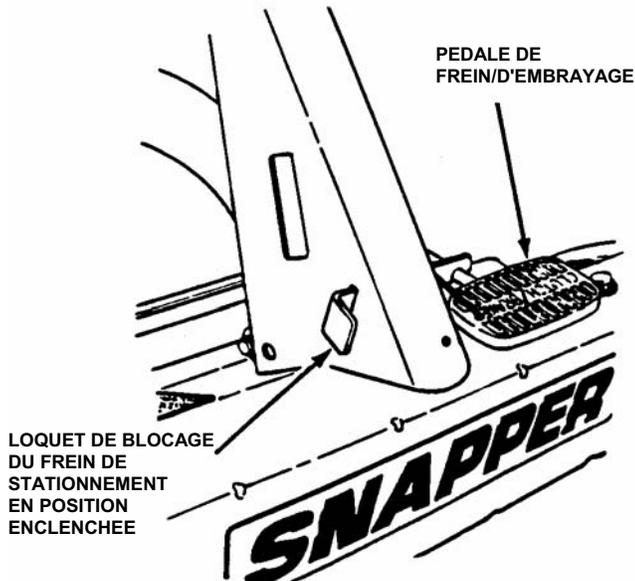

FIGURE 2.16
1. Bloquez le frein de stationnement en enfonçant complètement la pédale de frein/d'embrayage et en enclenchant le loquet de blocage du frein de stationnement. Maintenez enclenché le loquet de blocage puis relâchez la pédale pour bloquer le frein de stationnement. Voir la figure 2.16.